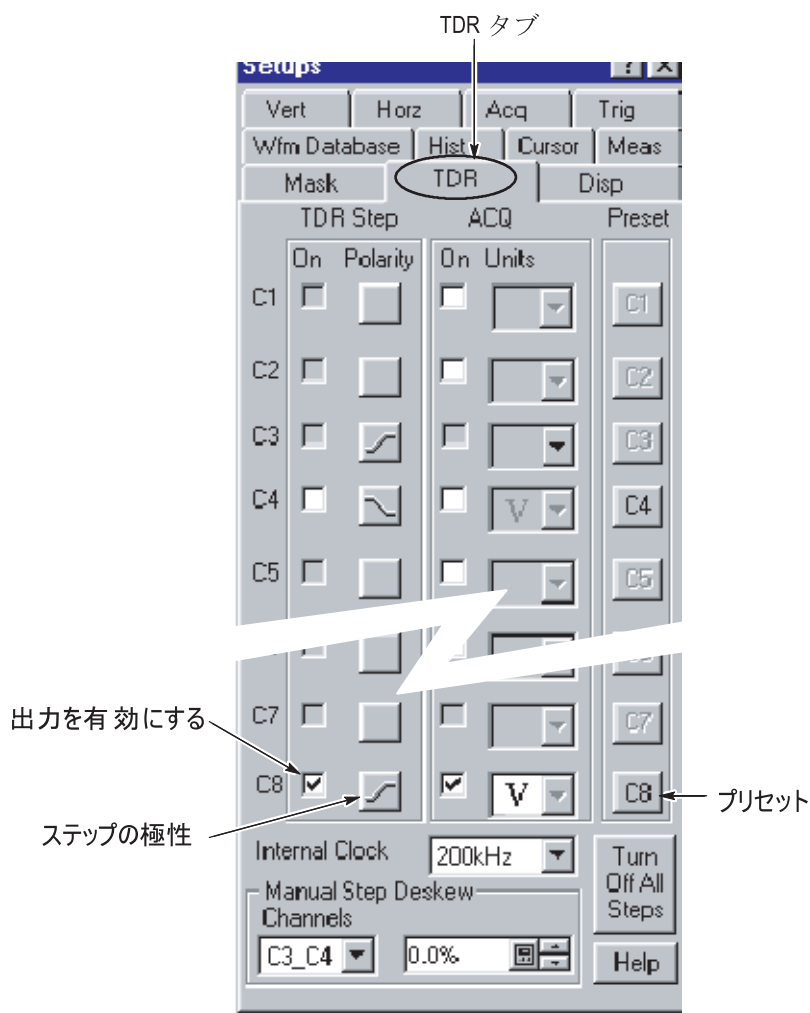

図 18 : TDR パラメータの設定
4. チャンネル 8 のサンプリング・ヘッドを TDR モードに設定します。SETUP DIALOGS (セットアップ・ダイアログ) ボタンを押し、TDR (TDR) タブを選択します。図 18 を参照してください。